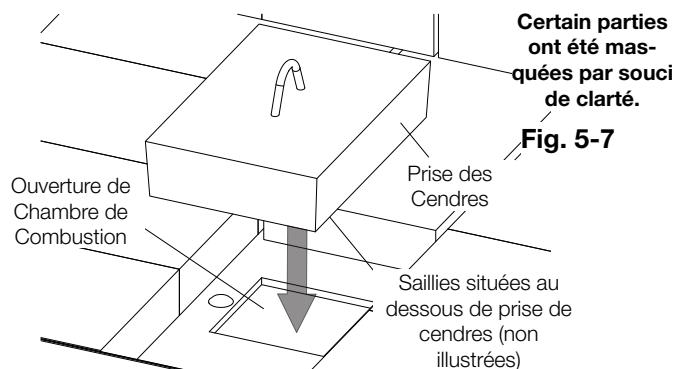

Fig. 5-7
- Lors la zone autour de l'ouverture a été nettoyée, placez la prise des cendres nouvelle (fournie) sur l'ouverture. Assurez-vous que les saillies de la prise des cendres sont encastrées dans l'ouverture au bas de la chambre de combustion (**Fig. 5-7**).